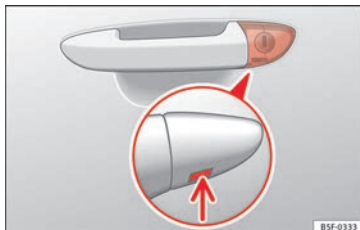

Fig. 194 Poignée de la porte du conducteur : barillet de serrure caché.
- Introduisez le panneton dans l'ouverture du cache de la poignée de la porte du conducteur depuis le bas » **fig. 194** (flèche) et soulevez le cache.